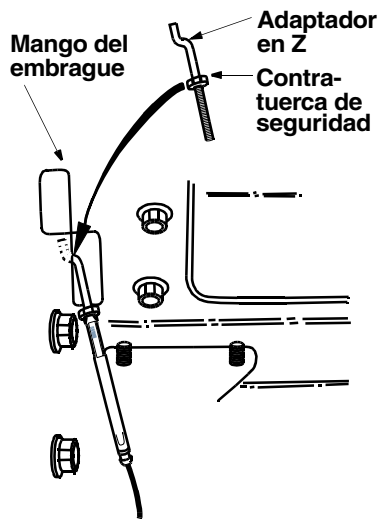

Figura 10
- Asegúrese que haya una contratuerca enroscada toda hasta la porción enroscada del adaptador en Z; se proveen extras en el conjunto de ferretería. Vea la figura 10.